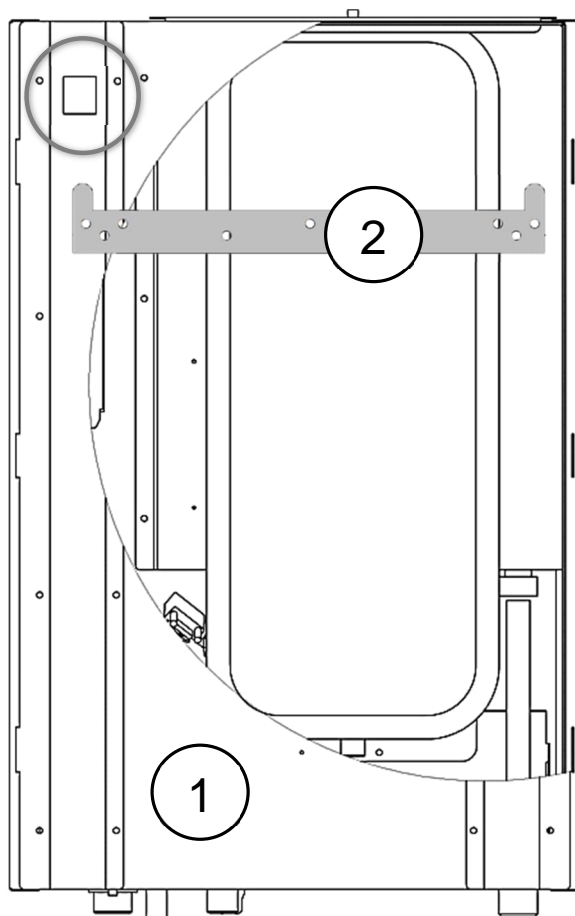

Рис. 12 Монтажные отверстия электродкотла
- После крепления монтажной планки (кронштейна) на стене (несущей поверхности) навесить котел монтажными отверстиями на крюки монтажной планки (См. Рис. 12).